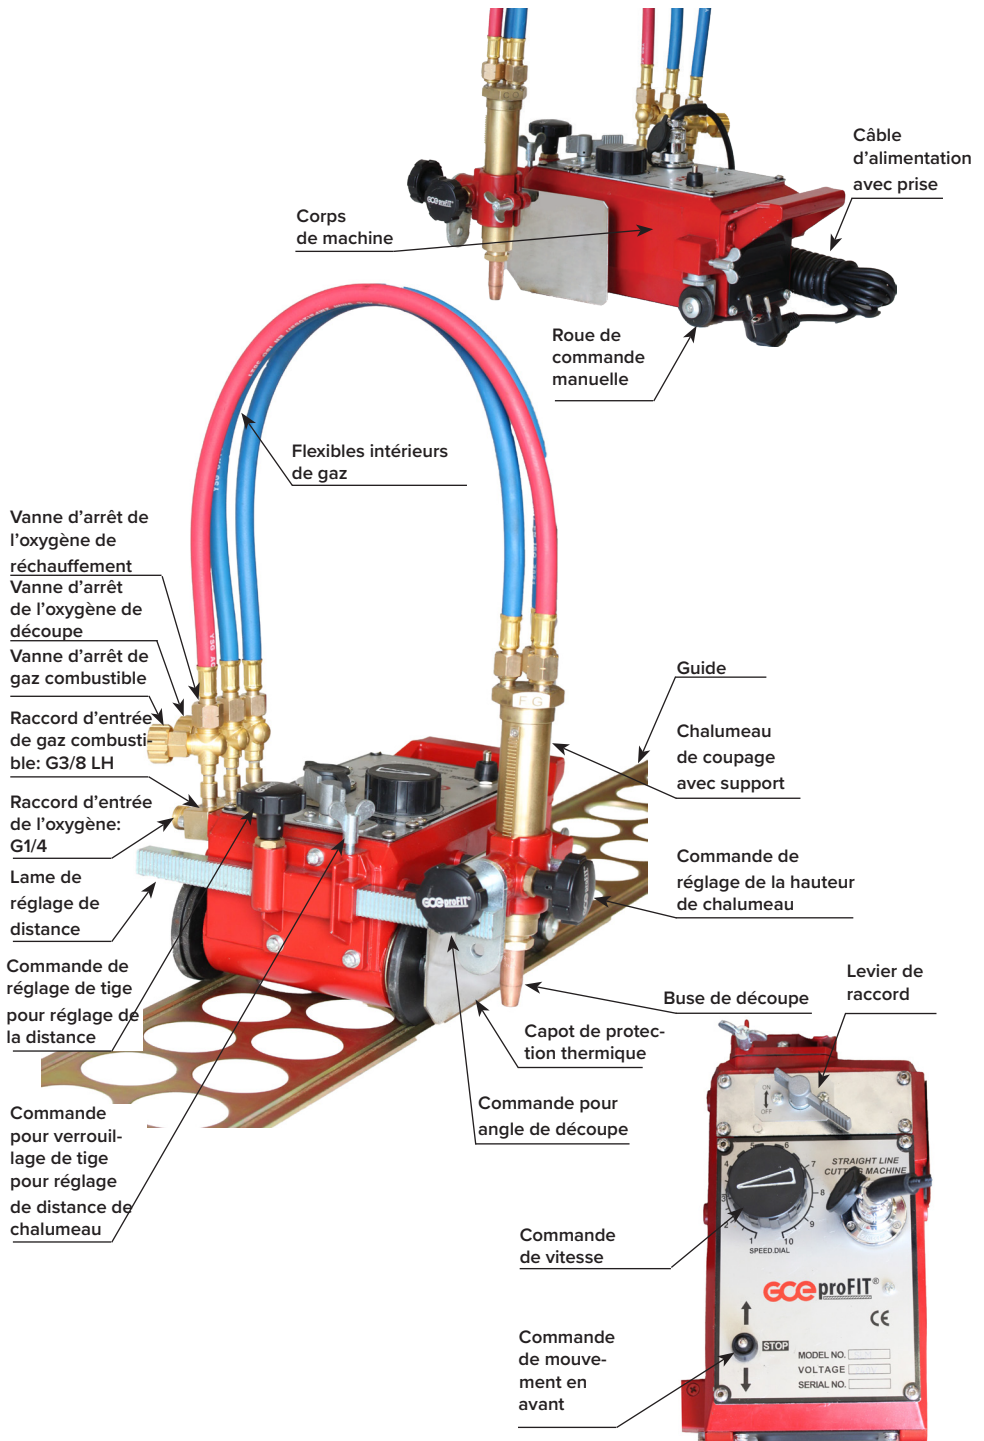

Fig.3: Description de la machine
le support de chalumeau découpeur et le chalumeau découpeur, comme indiqué sur Fig. 3 - 5, conformément à la forme de découpe demandée.
4.5.5. En même temps, ouvrez entièrement la vanne d'oxygène de découpe et commencez à déplacer la machine en mettant le commutateur de contrôle du mouvement dans le sens demandé, comme indiqué sur la figure 3.